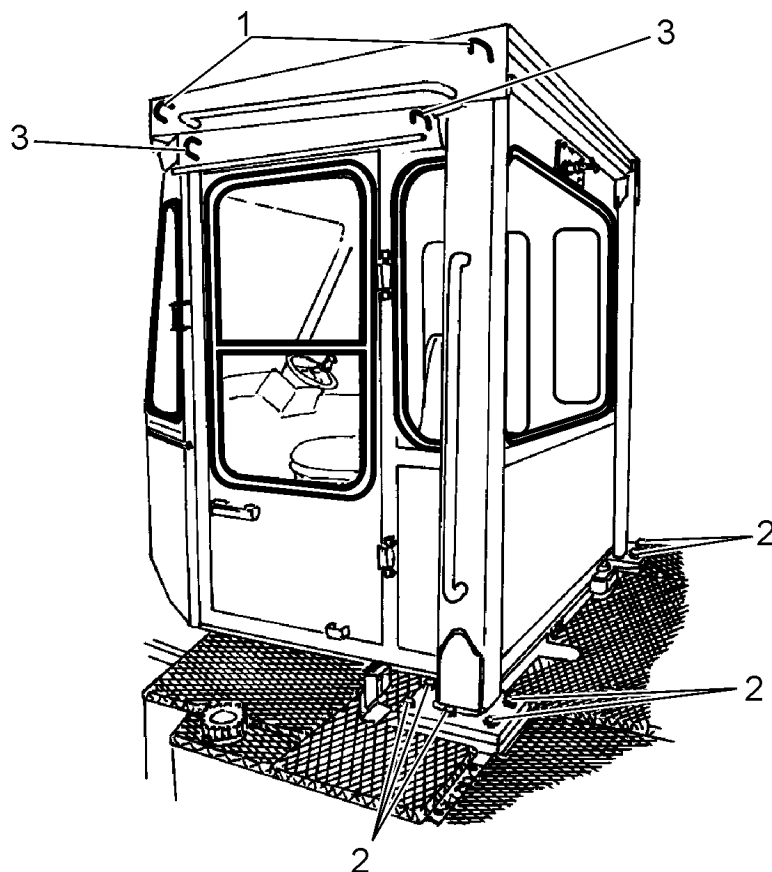
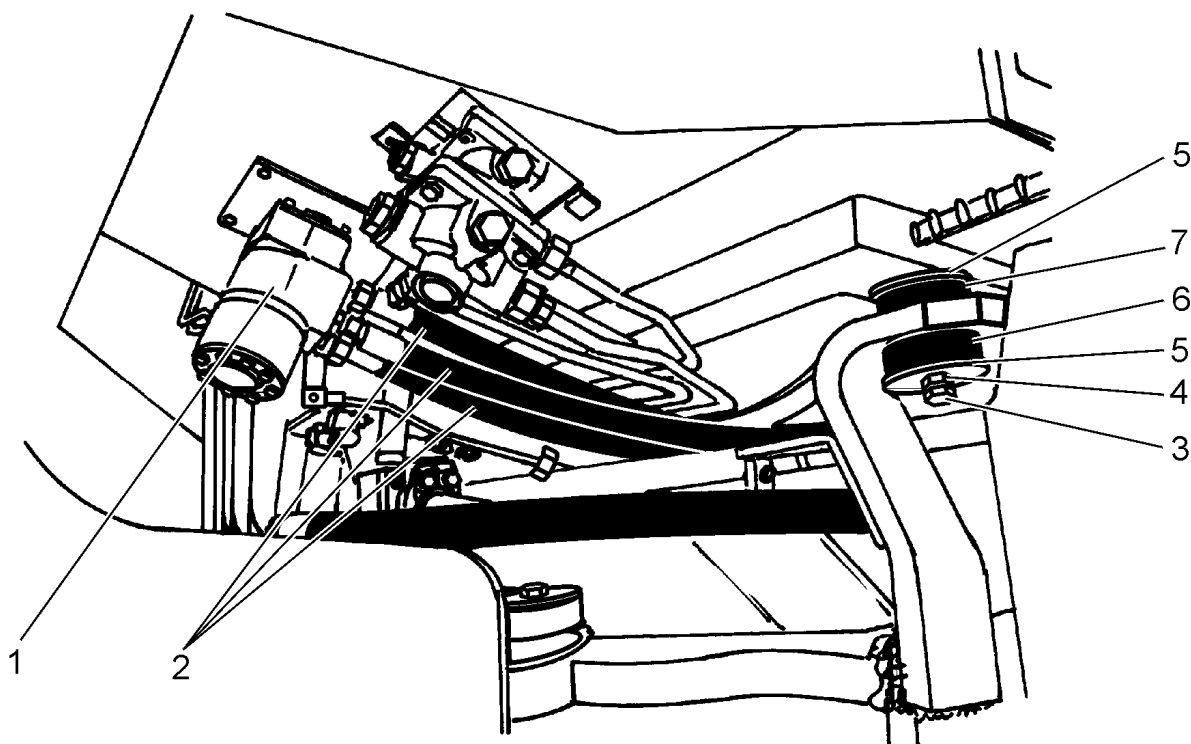

Рис. 13.1. Кабина оператора с защитным ограждением ROPS-FOPS (вид слева сзади)
Рис. 13.4. Распределитель системы поворота с подсоединениями
2. Закрепить тросы за петли (1, Рис. 13.1.), расположенные с правой и с левой стороны кабины на ограждении кабины ROPS. Выкрутить болты (2), крепящие защитное ограждение к раме и снять защитное ограждение кабины ROPS-FOPS в сборе с машины.
9. Отсоединить маслопроводы (2, рис. 13.4.) от распределителя (1) поворота.
17. Выкрутить контргайки (4, Рис. 13.4.) и гайки (5) на каждом из четырех кронштейнов крепления кабины.
18. Закрепить тросы подъемного устройства за подъемные петли (3, Рис. 13.1.), находящиеся с обеих сторон крыши кабины оператора. Приподнять кабину и визуально проверить: все ли элементы, соединяющие кабину с рамой, рассоединены. Снять кабину с машины и установить ее на заранее подготовленные подставки.
2. Закрепить тросы подъемника за четыре подъемных петли (3, Рис. 13.1.) на крыше кабины оператора. Поднять кабину и вывесить ее над кронштейнами рамы. Вставить болты в отверстия шайб (6, Рис. 13.4.) и резиновых амортизаторов (8). Опустить кабину на кронштейны. Накрутить гайки (5) на болты и поочередно подтянуть их моментом 180÷220 [Нм]. Нанести на резьбу болтов герметик LOCTITE 120, накрутить на резьбу болтов контргайки (4) и подтянуть контргайки поочередно моментом 36÷44 [Нм].
9. Подсоединить маслопроводы (3, Рис. 13.4.) к распределителю (1) системы поворота.
13. Подсоединить тягу (2, Рис. 13.4.) привода управления двигателем к рычагу.
15. Прикрепить тросы подъемного устройства к подъемным петлям (1, Рис. 13.1.) на двух сторонах ограждения кабины FOPS. Установить узел ограждений кабины ROPS-FOPS на кронштейны, вставить крепежные болты (2) в раму и снять тросы подъемного устройства. Все болты крепления ограждений кабины в сборе подтянуть моментом $600 \div 770$ [Нм].
20. Установить и закрепить переднее защитное ограждение (4, Рис. 13.1.) двигателя.